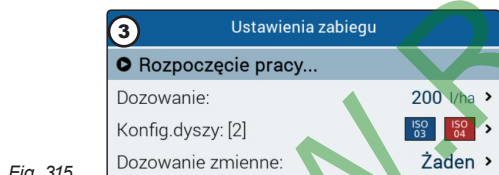

Fig. 315
- 3 Sprawdzić **Ustawienia zabiegu** na Fig. 315; w razie konieczności zmienić je.